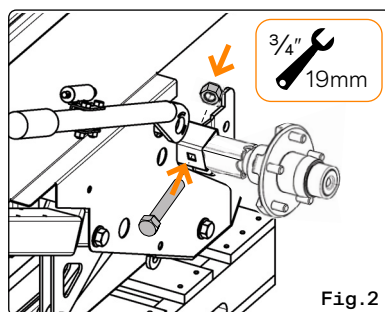

Fig. 2
- 2 Secure with 1/2" Hex bolts from the fastener bag (Fig. 2).
FR Fixez-les avec des boulons hexagonaux de 1/2 po provenant du sac de fixations (Fig. 2).
ES Asegúrelos con pernos hexagonales de 1/2" de la bolsa de fijaciones (Fig. 2).
PT Fixe com parafusos sextavados de 1/2 pol. do saco de fixadores (Fig. 2).